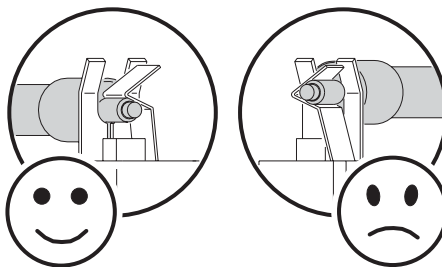

Figure 4: Position correcte des connexions de la lampe
- Vérifiez que la lampe est bien en place et que ses connexions sont bien sous le ressort en V et pas dans le V lui-même comme illustré en Figure 4.